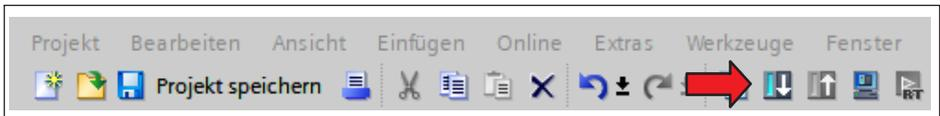

Abb. 6.12 Programm in die SPS laden
- ▶ Um das Programm in die SPS zu laden, klicken Sie auf das Symbol in Abb. 6.12.